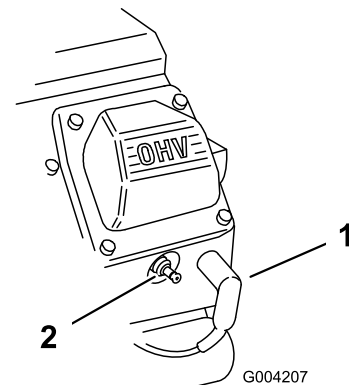

Figura 46
- Desconecte los cables de las bujías (Figura 46).
3. Conecte los cables a las bujías (Figura 46).